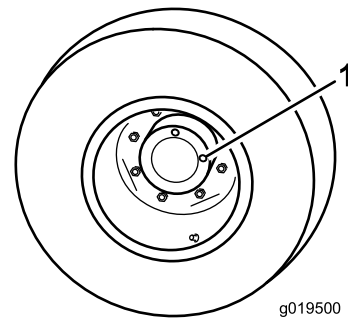

Figura 57
1. Con la máquina en una superficie nivelada, coloque la rueda con un tapón de verificación en la posición de las 12 y el otro en la posición de las 3 (Figura 57).
1. Tapón de verificación/drenaje (2)
2. Retire el tapón de la posición de las 3 (Figura 57).